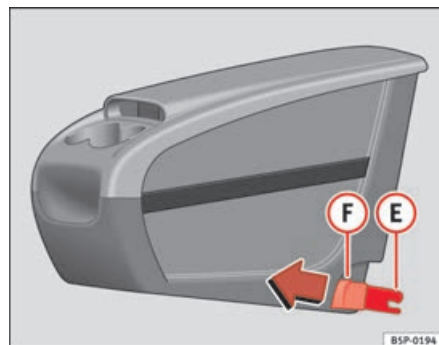
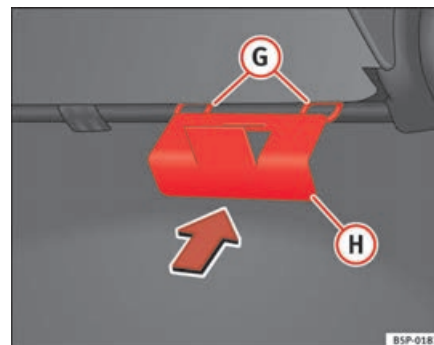

Fig. 112 Porta-objectos mvel. Montagem
Fig. 113 Placa de fixao do porta-objectos mvel
- Coloque a partir do veculo, a placa de fixao ① ⇒ fig. 113 do porta-objectos mvel, pela parte traseira do banco. Deve estar situada entre o encosto e o assento, na zona do lugar central.
- Coloque à frente as duas peças de fixação **(E)** ⇒ página 146, fig. 112, com as duas anilhas de fixação **(G)** ⇒ página 146, fig. 113 e pressione com força até que as duas pinças encaixem totalmente nas anilhas.
- Puxe cada um dos botões ⇒ página 146, fig. 112 **(F)** das pinças (botões vermelhos) para a frente, até ouvir que desencaixaram.